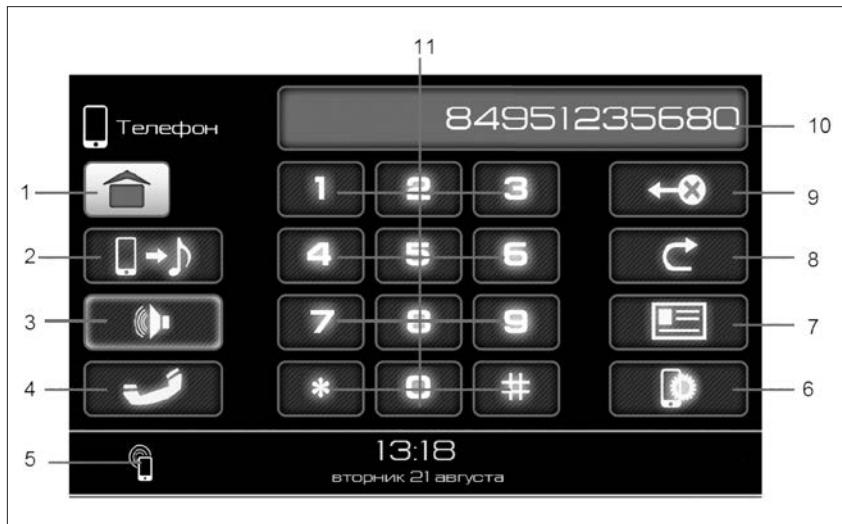
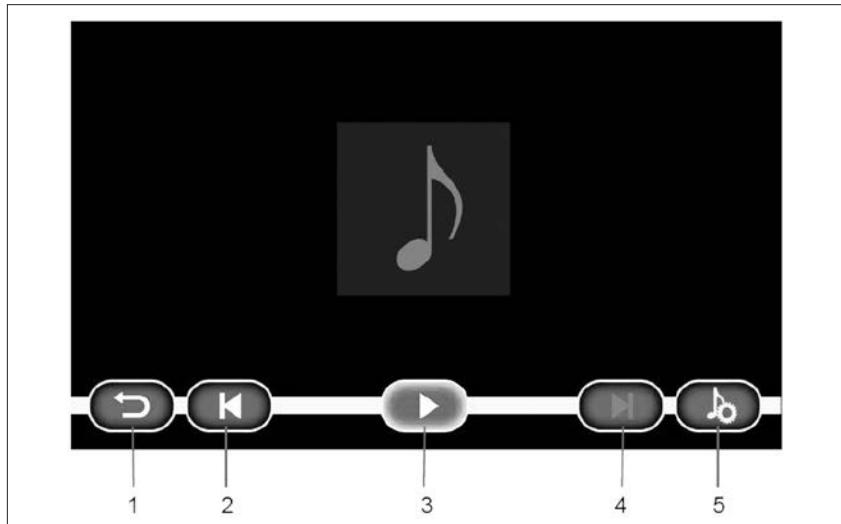

Рис. 62. Окно режима «Телефон»
Рис. 65. Окно проигрывания аудиофайлов с телефона
Нажмите кнопку **6** (рис. 62) для подключения телефона по каналу Bluetooth (BT) и произведите действия, описанные в разделе режим **«НАСТРОЙКА»**.
Выберите режим работы нажатием кнопки «Телефон» (рис. 53) в главном меню на дисплее. Наберите номер, используя цифровую клавиатуру (кнопки 11, рис. 62). Для исправления ошибок набора используйте кнопку 9 (рис. 62). Однократное нажатие удаляет последний введенный символ. Удержание кнопки 9 более одной секунды позволяет удалить все введенные символы. Нажмите кнопку 4 (рис. 62) для вызова абонента, при этом появляется окно диалога. Для завершения разговора нажмите кнопку 4 (рис. 62). Для повтора последнего набранного номера нажмите кнопку 8 (рис. 62).
Для перехода в окно телефонной книги нажмите кнопку **7** (рис. 62). При первом подключении будет осуществлена загрузка телефонной книги из вашего телефона. Время загрузки зависит от размера телефонной книги и может занять несколько минут. Фотографии контактов с телефона не переносятся.
Переключиться в этот режим можно, нажав кнопку 2 (рис. 62). Экран проигрывания аудиофайлов с телефона аналогичен экрану воспроизведения аудиофайлов с SD и USB-карты памяти и имеет кнопки управления, указанные на рис. 65. Информация о проигрываемом файле не отображается.
При нажатии кнопки старта воспроизведения (кнопка 3, рис. 65) в телефоне в фоновом режиме запускается плеер, открыв который можно увидеть информацию о проигрываемом треке. Управление проигрыванием можно осуществлять из плеера телефона.